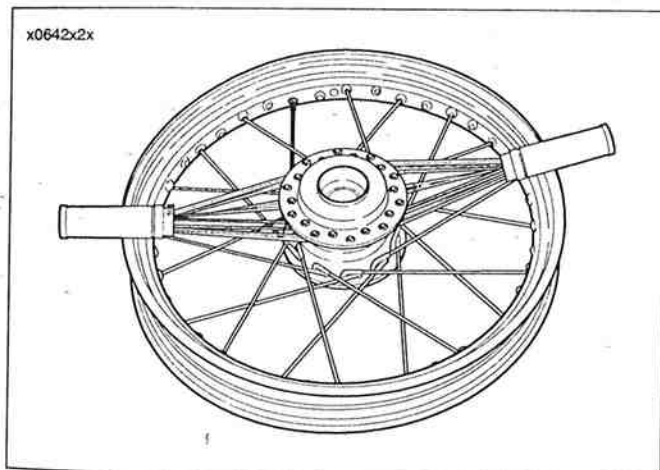

Figura 2-51. Rayos completos – interior reborde inferior
- b. Vea la Figura 2-51. Compruebe que el rayo interior llegue hasta el racor del rayo y fíjelo a mano sin apretarlo. Salte al siguiente agujero y repita la instalación de los rayos. Siga la misma secuencia para terminar la instalación de los rayos interiores (cabeza larga) de la fila inferior.